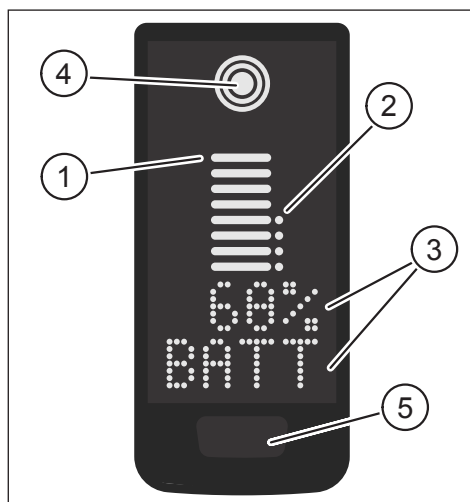
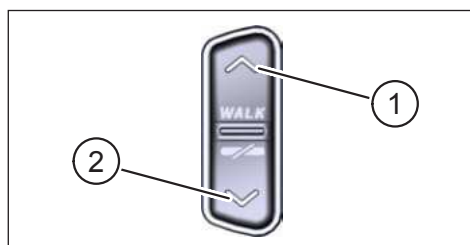

Fig. 1: Bedienings- en weergave-elementen op het Display
Fig. 2: Bedieningselementen op de Remote
Pos. in Fig. 1	Beschrijving
Pos. in Fig. 2	Beschrijving
- ▶ Houd de regeltoets op het Display (Pos. 5 in Fig. 1) en de regeltoets DOWN op de Remote (Pos. 2 in Fig. 2) gedurende minstens 5 s ingedrukt.
- Druk **dubberklik** op de bedieningsknop op het Display (Pos. 5 in Fig. 1) om over te schakelen naar de volgende schermweergave.
- Door op de knop DOWN op de Remote te drukken (Pos. 2 in Fig. 2)
- Door op de bedieningsknop op het Display te drukken (Pos. 5 in Fig. 1)